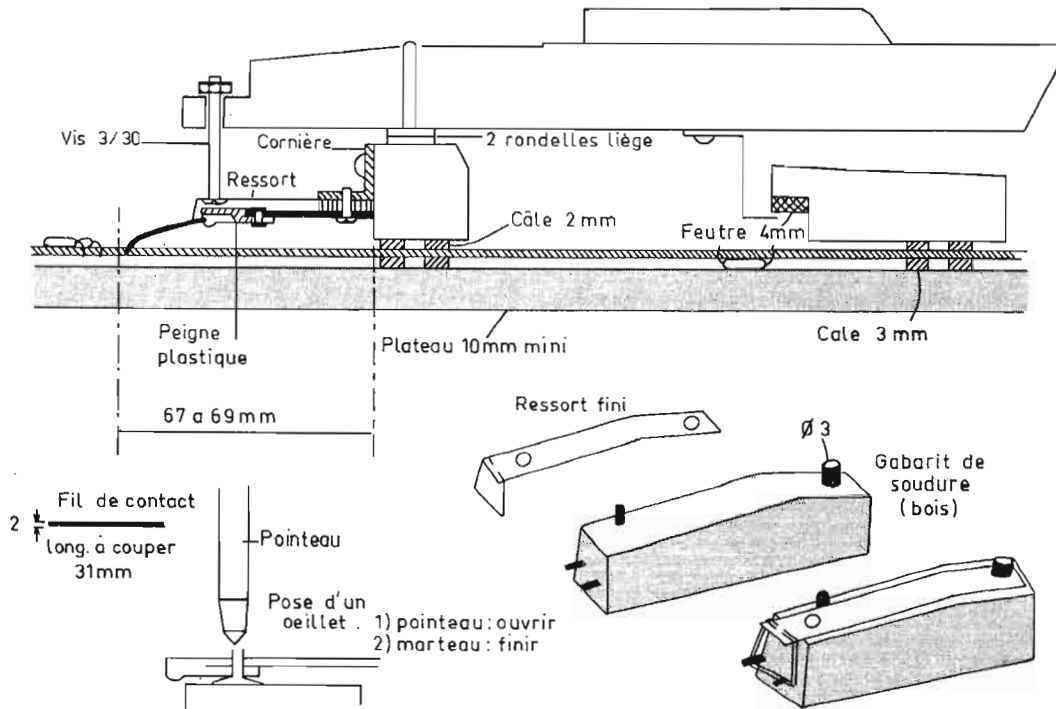

FIG. 7. — Montage du clavier.
13. Préparer les fils de contact : couper à 31 mm de longueur 362 contacts. Les cambrer à 90° sur 2 mm environ (Voir Fig. 7).